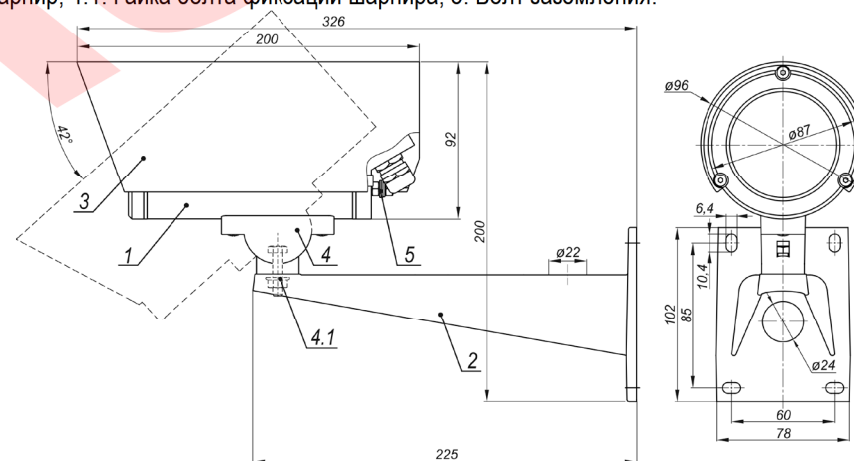

Рис.1 Состав изделия. Габаритные и установочные размеры
7. Ослабив гайку болта фиксации шарнира (поз.4 рис.1), установить видеокамеру на нужное направление обзора, после чего надёжно зафиксировать шарнир, затянув гайку.
8.Заземлить видеокамеру с помощью болта заземления (поз.5 рис.1).
1. Установить кронштейн (поз.2 рис.1) на штатное место, закрепить на нём термокожух с видеокамерой (поз.1 рис.1).